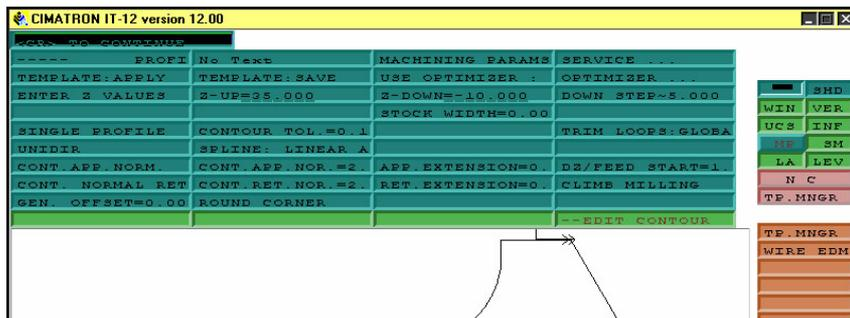

Рисунок 41
29. В открывшемся окне вместо Z – UP=49.000 и Z – DOWN= 44 (рис.40). ставим Z – UP=35.000 и Z – DOWN= -10, (рис. 41). Затем нажимаем ENTER.